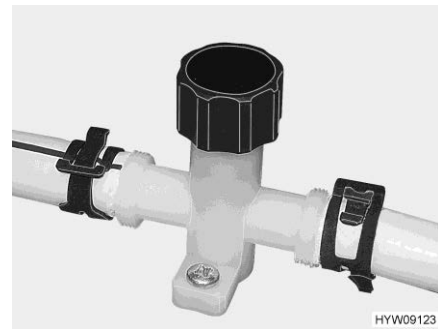

Fig. 155 Rubinetto di scarico (tubatura dell'acqua)
- Chiudere i rubinetti di scarico. A tal fine, ruotare in senso orario il coperchio del rubinetto di scarico (Fig. 155).